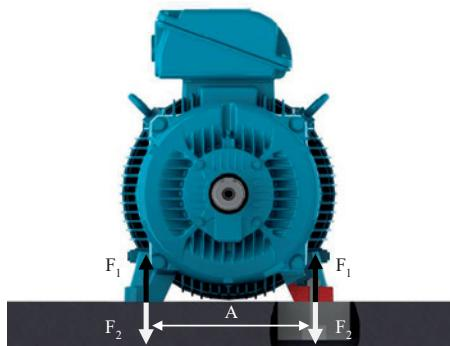

Figura 6.2 - Motor instalado sobre base de concreto
- Bases de concreto: más recomendadas y usuales para los motores de gran porte (ver Figura 6.2)